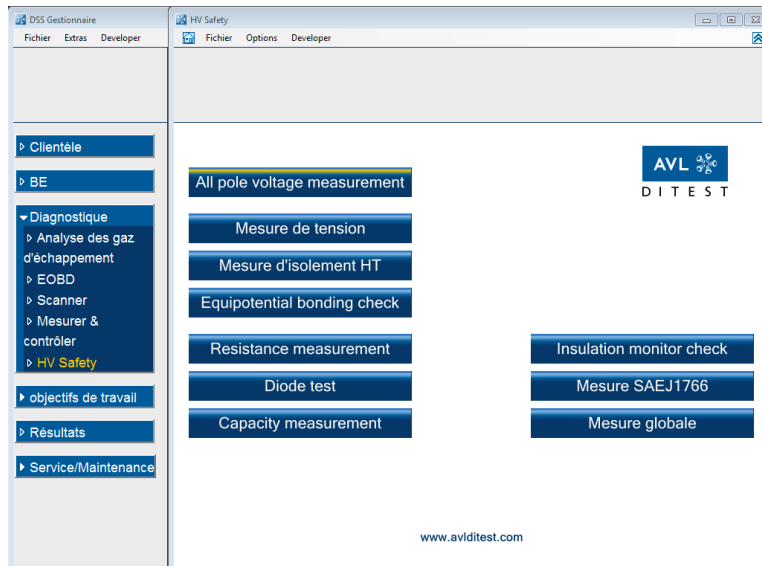

Fig. 3-2
6. Le résultat de la mesure est affiché, voir Fig. 3-2.